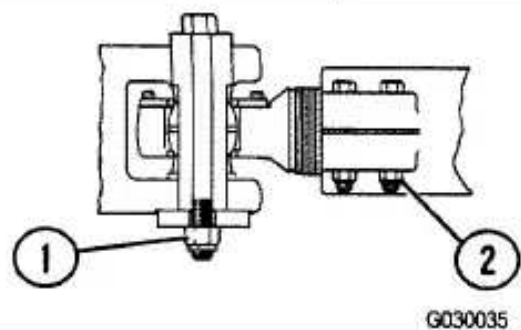

FIGURA 2-5
5. VARILLAJE DE LA DIRECCION – Revise el torque en las tuercas de retención del pasador (1, Figura 2-5) en el varillaje de la dirección. Apriete a 712 N.m (525 ft. lbs). Revise el torque de las tuercas de retención del tirante de acoplamiento (2). Apriete a 420 N.m (310 ft. lbs).